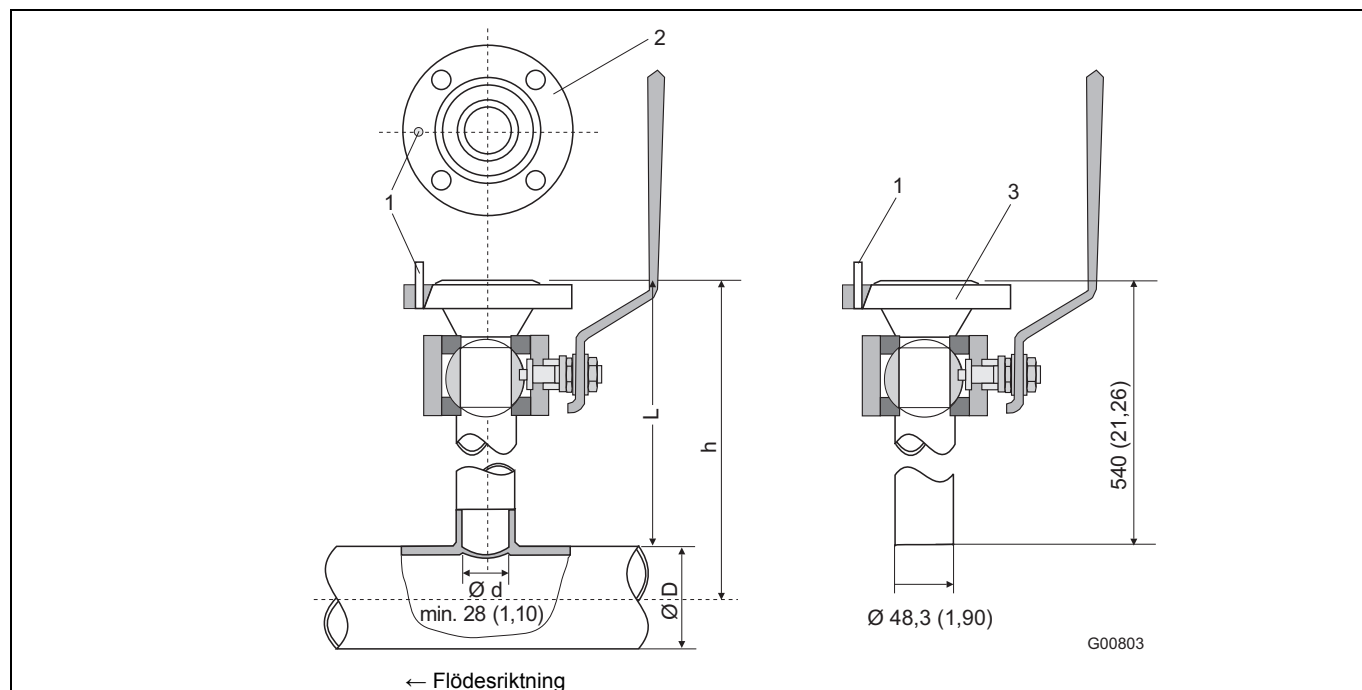

Fig 8: Måttangivelser i mm (inch)
- 1 Svetsadapter ska vara L lång (se fig. 7 och fig. 8)